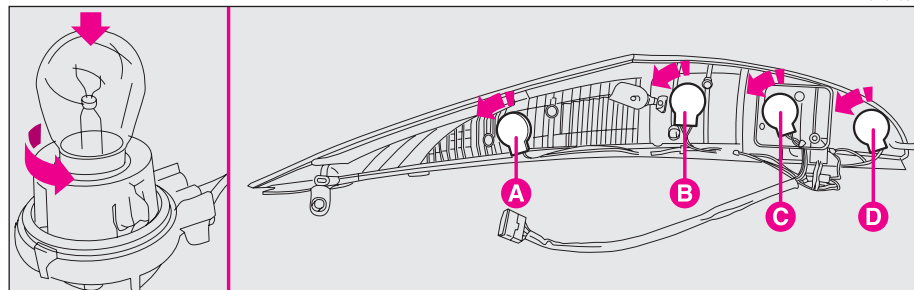

fig. 26
– saque el portalámparas girándolo ligeramente hacia la izquierda **fig. 26**: